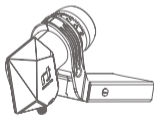

Fig. 2
2. Stellen Sie den richtigen Neigungswinkel (Skew) des LNBs ein, indem Sie das LNB im oder gegen den Uhrzeigersinn drehen: Der Neigungswinkel des LNB (K) hängt vom Standort der Satellitenantennenanlage und dem zu empfangenden Satelliten ab. Zum Beispiel sollte für den Empfang von Hotbird bei 13° Ost in Warschau der Neigungswinkel eines LNBs 6° gegen den Uhrzeigersinn betragen. Die Feineinstellung des Neigungswinkels kann mit Hilfe der Signalanzeigen eines STBs oder TVs vorgenommen werden, am besten mit einem dafür geeigneten Messgerät für SAT Empfang im Ku Band (Abb. 2).